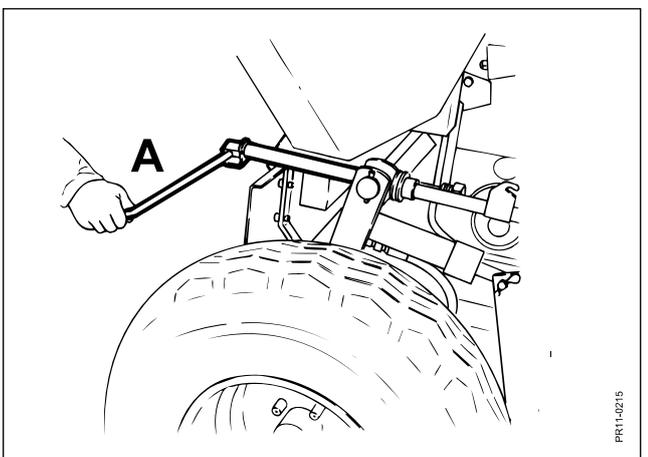

Fig. 3.15
- Fig. 3.15** Tendre les ressorts compensateurs avec la tige **A** de sorte que le bec à maïs